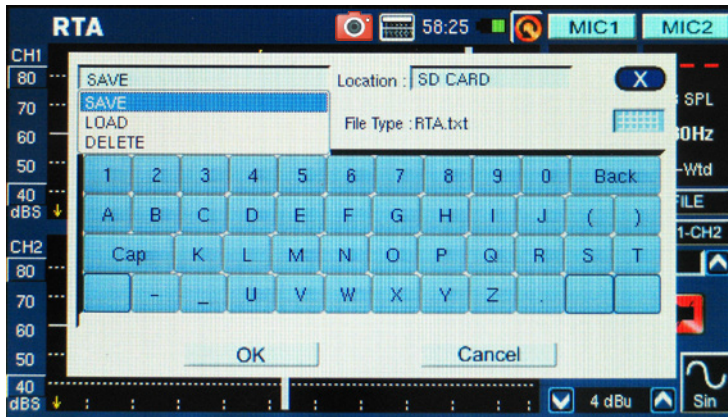

figure 60
2. ページの左上にあるプルダウン メニューからSAVE(保存)を選びます。(図60)
3. 保存する場所を選びます。PAA6内部メモリーまたはSDカード(図60)
4. 画面右にあるキーボード アイコンを選びます(図60)